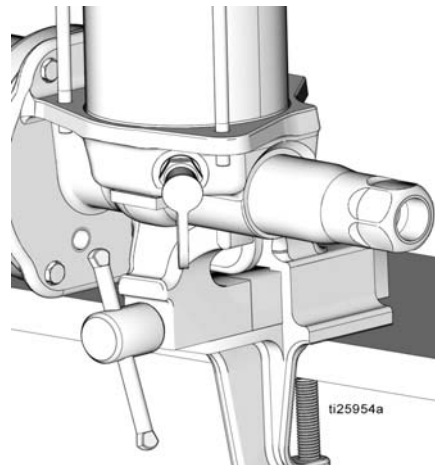

图 11
6. 在老虎钳中夹紧泵底座，如图 11 所示。使用软夹老虎钳或将布放入老虎钳卡爪中，保护泵底座的表面。